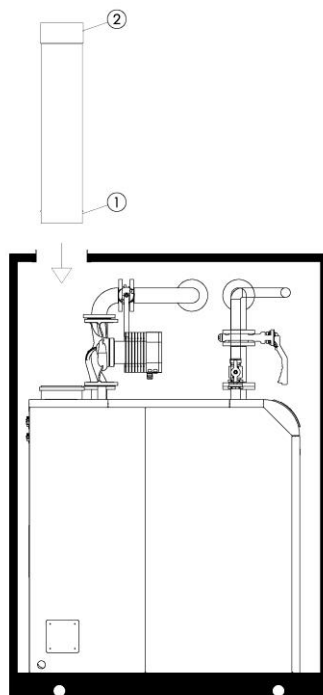

Figura 1
- 1- Deslizar o módulo reto de saída de fumos desde a parte superior do equipamento de tal forma que a parte macho (2) fique corretamente acoplada à saída de fumos da caldeira, de acordo com a figura 1.